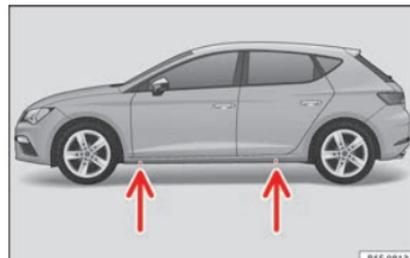

Abb. 75 Querträger: Marken.
- Suchen Sie am Längsträger die Markierung des Aufnahmepunktes für den Wagenheber (Eindrückung), die dem zu wechselnden Rad am nächsten liegt » **Abb. 75.**